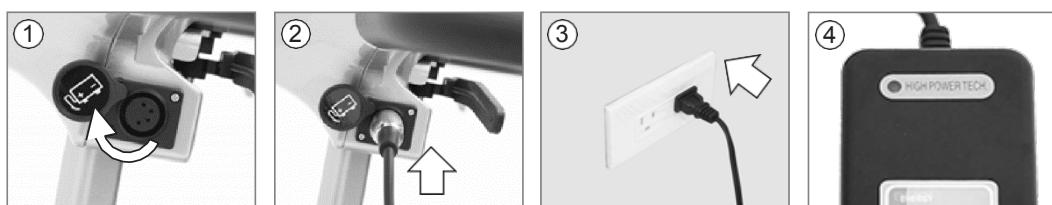

Figura 31
**Puerto de carga superior (Figura 31)**